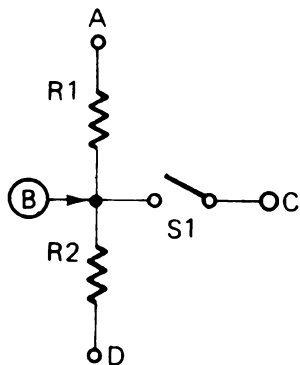

Figura 10
22. Riferitevi alla Figura 10.  $R_1 = 500\Omega$ ,  $R_2 = 1,5\text{ K}\Omega$ ,  $A = +4\text{V}$ ,  $C = -4\text{V}$ ,  $D = -12\text{V}$ . Quant'è la tensione misurata in "B" quando  $S_1$  è aperto e quando è chiuso?